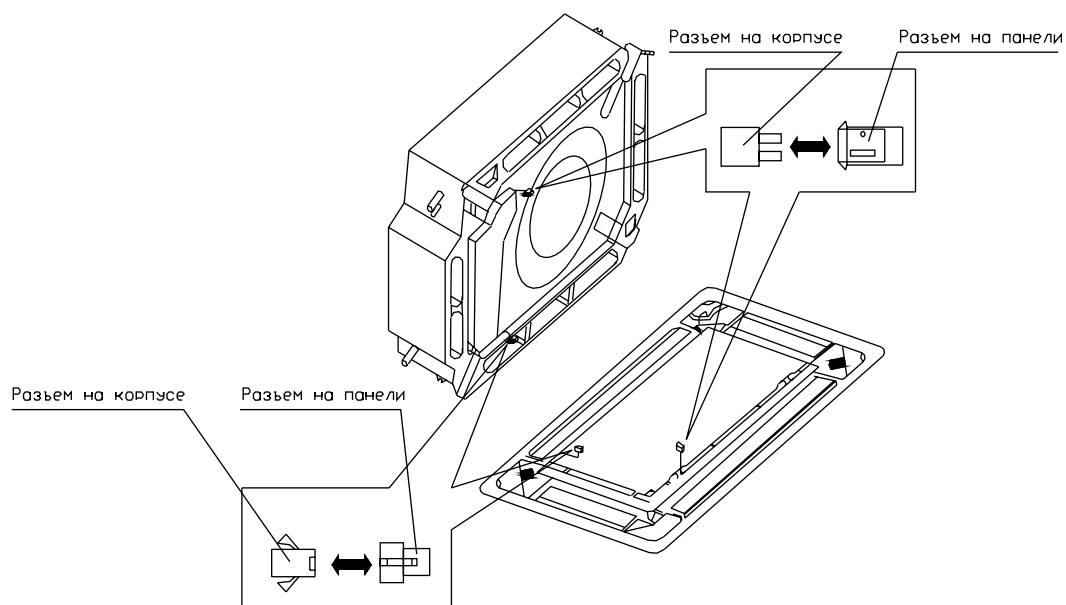

Рисунок 6.12 — Установка декоративной панели
- Перед тем как установить декоративную панель подключите при помощи разъемов электродвигатель жалюзи (см. рисунок 6.12).